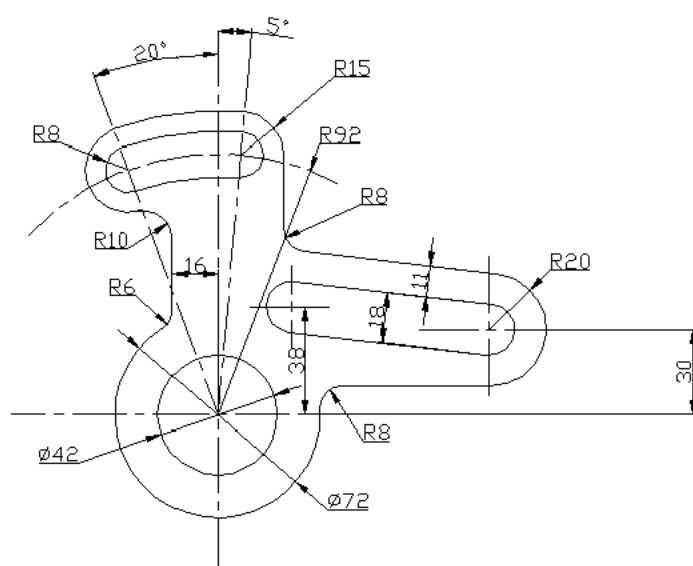

图 6-62
(28)单击【标注】工具栏上的、、按钮，分别标注图形中所示的直径、长度、角度标注。标注完成后如图 6-62 所示：